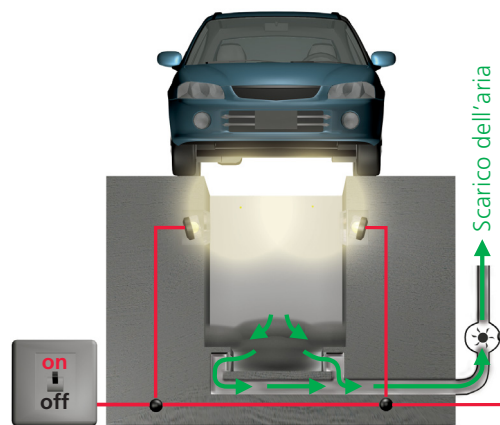

Figura 7
- possono fuoriuscire liquidi facilmente infiammabili (ad esempio quando si eseguono lavori su veicoli a benzina)? (Figura 7)